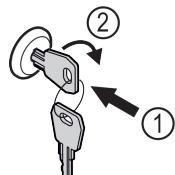

Fig. 131
- Vstavite ključ Fig. 131 (1).
- Ključ obrnite v smeri urnih kazalcev za 90° Fig. 131 (2).